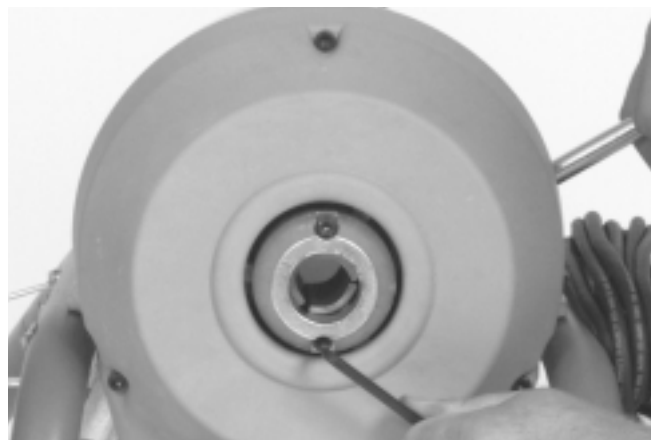

Figura 12 – Recambio de las mordazas del embrague
2. Extraiga los tornillos de la pieza saliente (Figura 12).